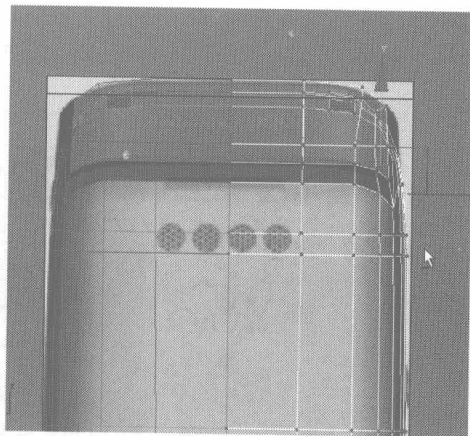
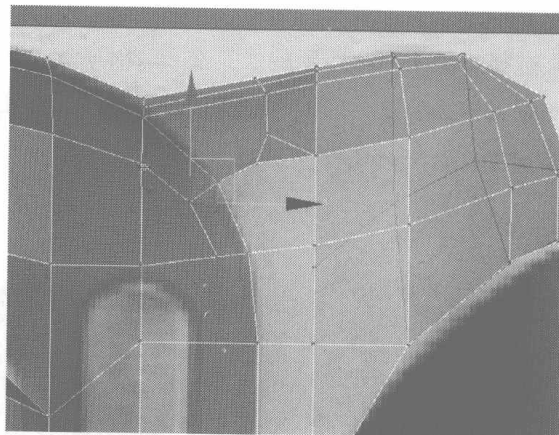

图 4.264
图 4.265
- 14** 在 Back 视图中调整底座上的节点，如图 4.264 所示，然后在 Left 视图中底座的顶部添加、调整细分线，效果如图 4.265 所示。